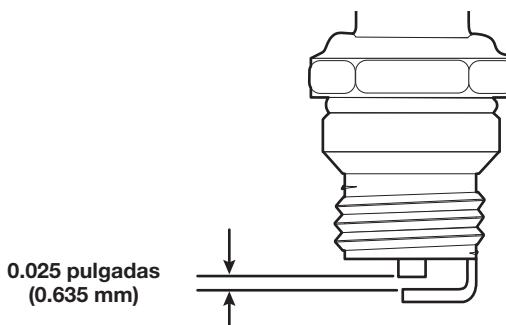

Fig. 35
4. Use un calibrador de hoja para ajustar abertura de la bujía a **0.025 pulgadas (0.635 mm)** (Fig. 35).